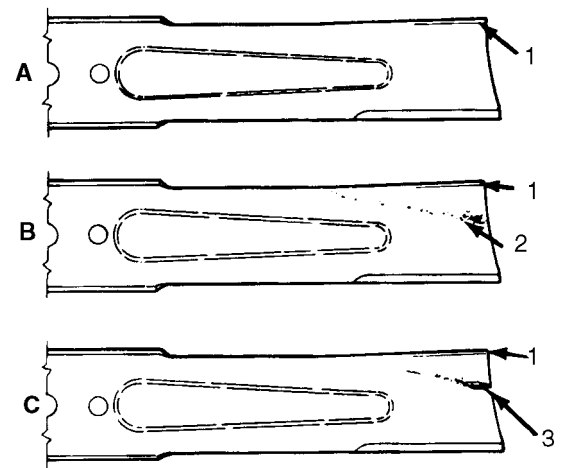

Bild 17
INSPEKTION UND SCHÄRFEN DES MESSERBALKENS (Bild 17–18)
4. Die Schnittkanten der Messer gründlich und vorsichtig untersuchen, besonders wo die Flachstellen auf profilierte Bereiche treffen (Bild 17-A). Da Sand und anderes Reibmaterial das Abnutzen des Metalls führen kann, mit dem die flachen und Profilbereiche des Messers verbunden werden, sind die Messerbalken vor Inbetriebnahme der Maschine zu kontrollieren. Wird Abnutzung festgestellt (Bild 17-B), sind betroffene Messer auszutauschen: siehe *Entfernen des Messerbalkens*.
Wenn Verschleiß eines Messerbalkens unbeachtet bleibt, bildet sich ein Schlitz zwischen Flügel und dem flachen Bereich des Messerbalkens (Bild 17-C). Letztlich kann ein Stück vom Messerbalken abbrechen und von unter dem Chassis ausgeworfen werden, was zu Verletzungsgefahr für Bediener oder Unbeteiligte führt.